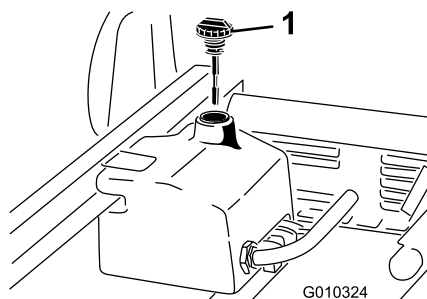

图65
4. 清洁液压油箱加油颈和油箱盖周围的区域 (图65)。
6. 从加油颈中取出量油尺 图65 用干净的抹布擦拭。